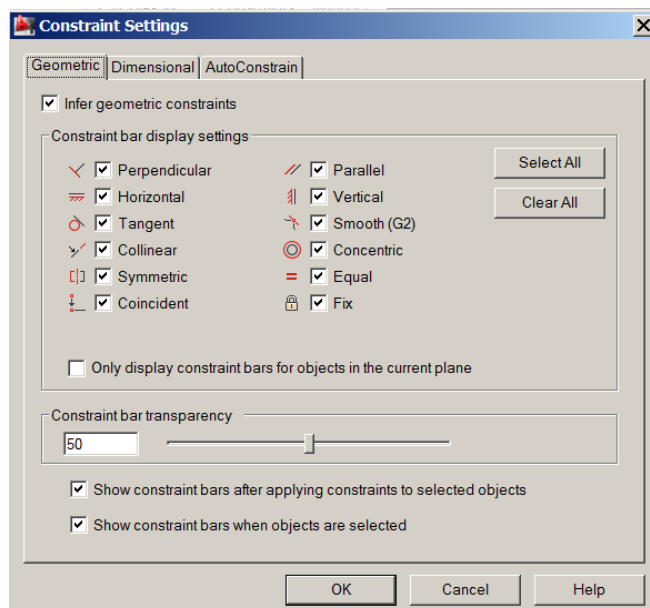

Рис. 5.2. Вікно настроювання параметрів
**CONSTRAINTSETTINGS.** Вікно містить три вкладки (рис. 5.2).